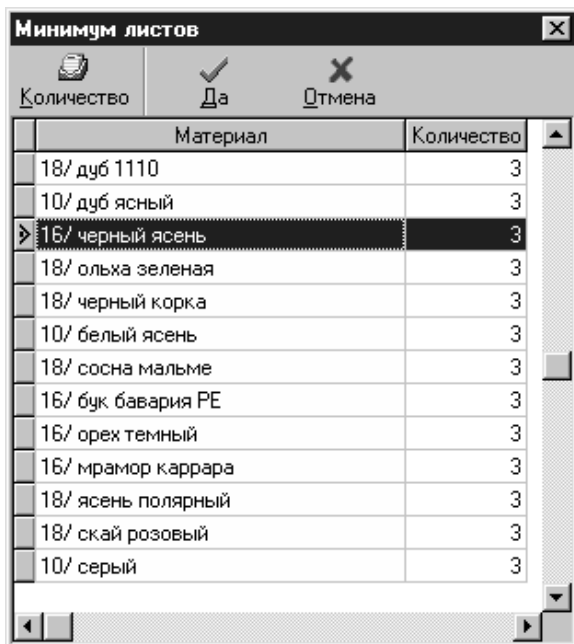
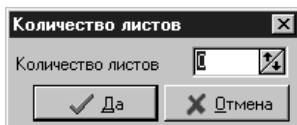

Рис. 7.3. Изменение минимального количество листов.
Рис. 7.4. Задание минимального количество листов.
- Указать минимальное количество листов на складе для каждого материала - кнопка **Минимум** (рисунок 7.3). В таблице этого диалогого окна минимальное количество листов может быть задано как каждого материала в отдельности, непосредственно вводя данные в таблицу, или сразу же для нескольких материалов. Для этого в таблице должны быть выбраны материалы, для которых меняется количество листов, используя комбинации CTRL+<левая кнопка мыши> или SHIFT+<клавиши **вверх** или **вниз**> и нажать кнопку **Количество**. После этого появляется диалог, в котором предлагается задать минимальное количество листов (рис. 7.4).